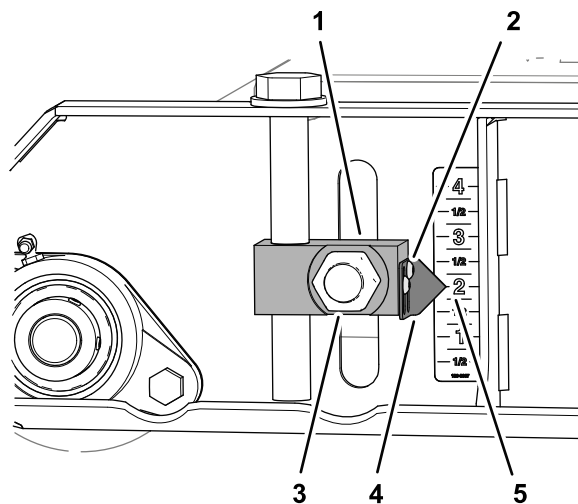
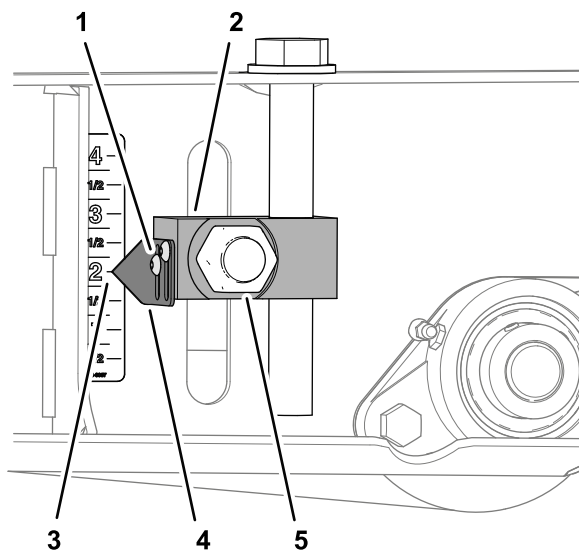

Figura 82
Figura 84
3. Allentate le 2 viti a brugola che fissano il puntatore al blocco regolatore dell'altezza di taglio, allineate il puntatore alla tacca di 5 cm sull'adesivo e serrate le viti (**Figura 82**).
6. Allentate le viti a brugola che fissano i 2 puntatori al blocco regolatore dell'altezza di taglio, allineate i puntatori alla tacca di 5,7 cm sull'adesivo e serrate le viti (Figura 84).
7. Serrate i 4 dadi che fissano i 4 blocchi regolatori dell'altezza di taglio (Figura 82 e Figura 84) per i rulli anteriori e posteriori a 322 - 396 N·m.